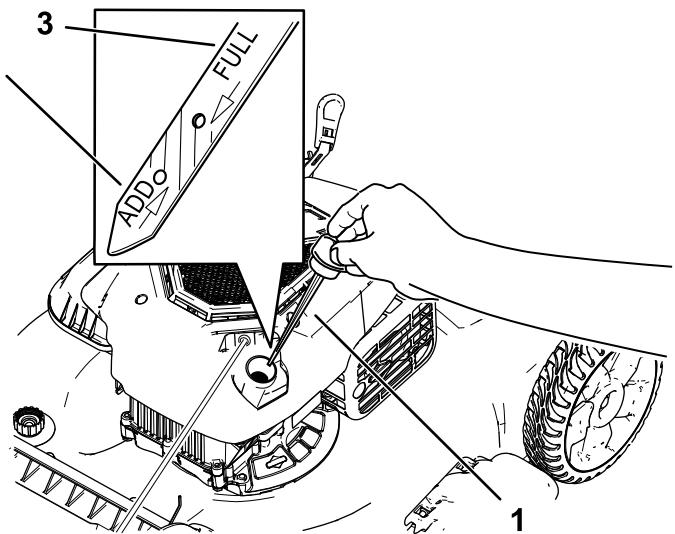

Figura 19
- Retire a vareta rodando-a no sentido contrário ao dos ponteiros do relógio e puxando-a para fora (Figura 19).
10. Leia o nível de óleo na vareta (Figura 19).